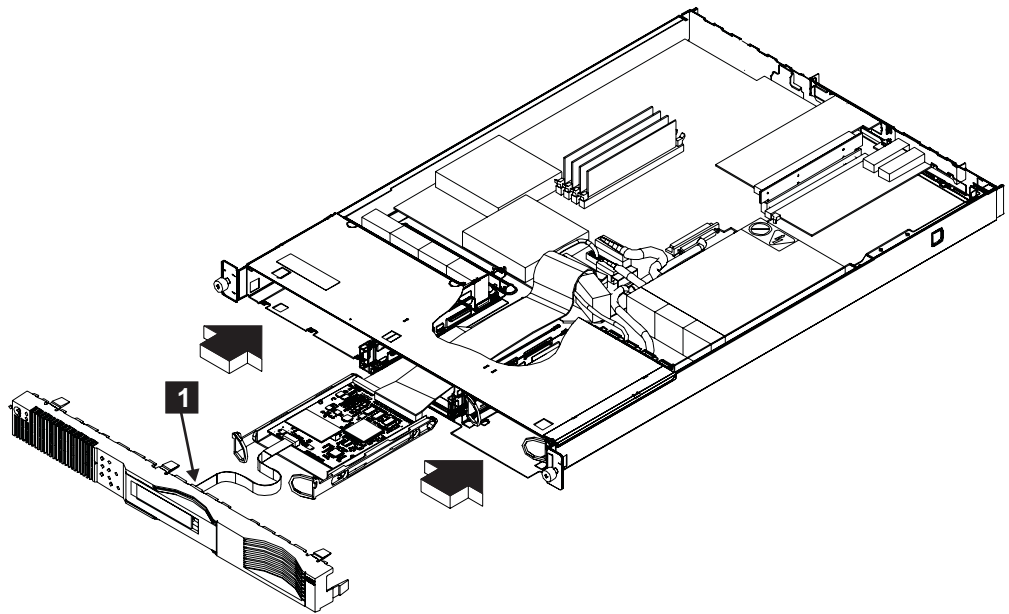

図 131. フロント・パネルの交換
1. ケーブル **1** をフロント・パネルに接続します。図 131 を参照してください。